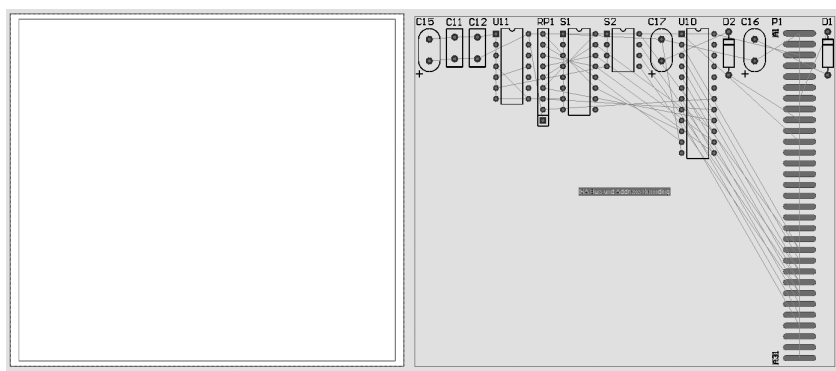

图 8-10 自动布局前的 PCB 图
(1) 在已经导入了上述电路原理图的网络表和所使用的元件封装的 PCB 文件 PCB1.PcbDoc 编辑器内，设定自动布局参数。自动布局前的 PCB 图如图 8-10 所示。